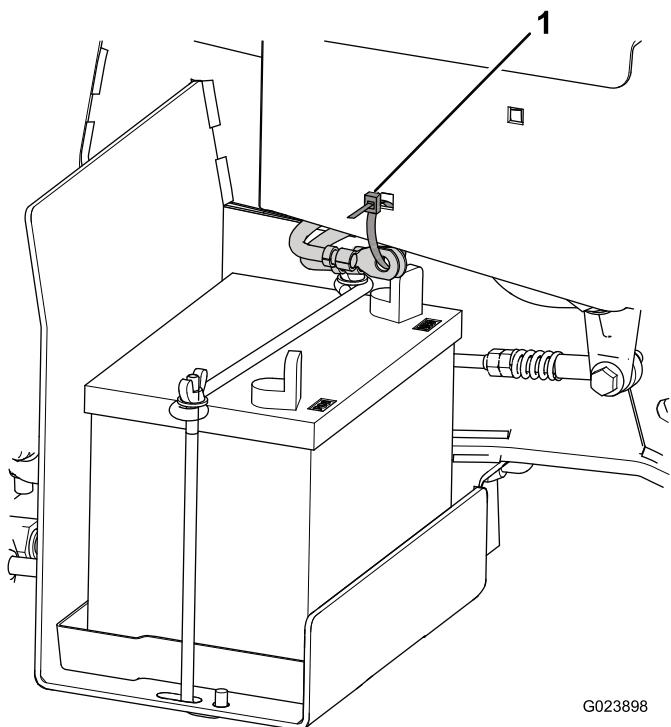

Figure 4
- Coupez l'attache-câble qui fixe les câbles de la batterie au cadre, et mettez-le au rebut (Figure 4).